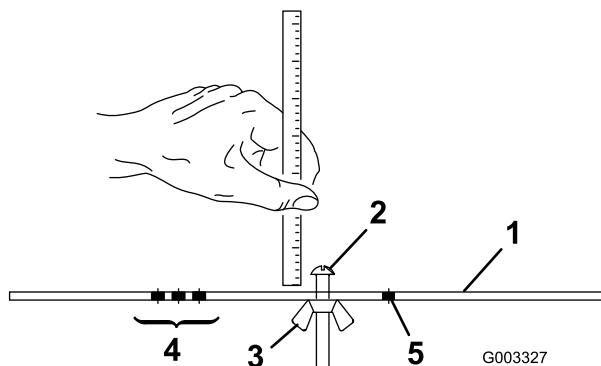

Figure 20
2. Desserrez l'écrou du gabarit (Figure 20) et tournez la vis de réglage de manière à obtenir la hauteur de coupe voulue. L'écartement entre la base de la tête de la vis et la face du gabarit correspond à la hauteur de coupe.